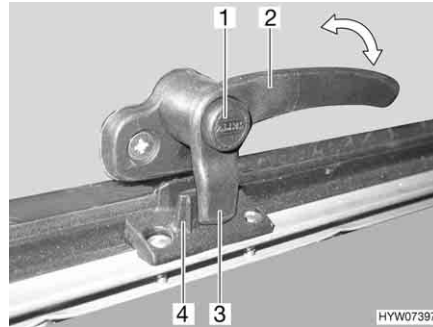
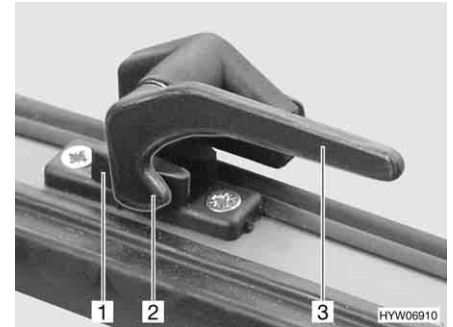

Bild 57 Låsarm med låsknapp i läget "stängd"
Bild 58 Låsarm i läget "stängd"
- Tryck på låsknappen (Bild 57, 1) om sådan finns och håll den nedtryckt.
- Sväng låsarmen (Bild 57,2 eller Bild 58,3) ett kvarts varv mot fönstrets mitt.
- Sväng låsarmen (Bild 57,2 eller Bild 58,3) ett kvarts varv mot fönsterkarmen. Låsspaken (Bild 57,3 eller Bild 58,2) på låsarmen sitter helt på fönsterlåsets insida (Bild 57,4 eller Bild 58,1).
- I läget "helt stängt" (Bild 57 och Bild 58)